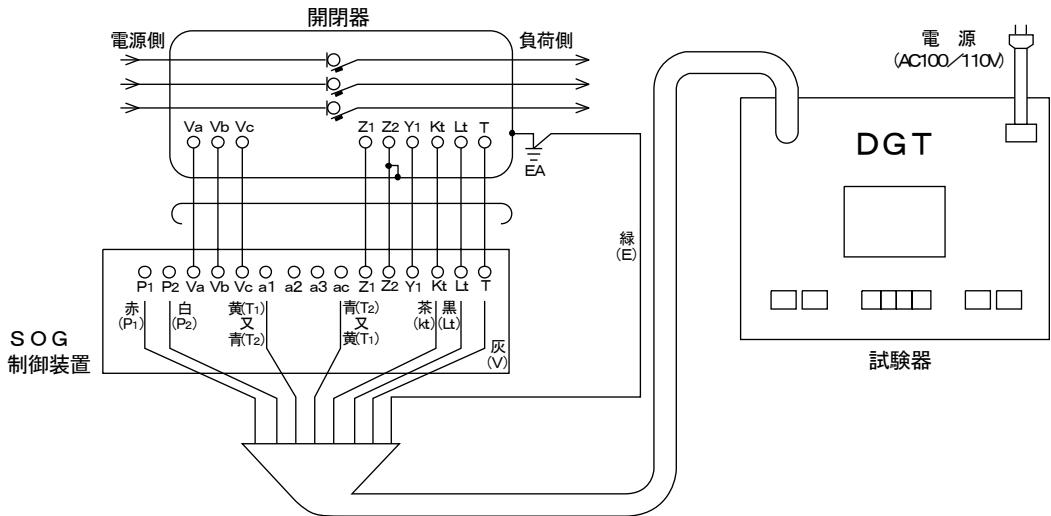

図 15 戸上電機製作所製（DGT）によるテスト回路の一例
①SOG制御装置試験項目の管理値は表1のとおりです。
②図15、16、17の試験回路はSOG制御装置だけの地絡動作時間測定となります。